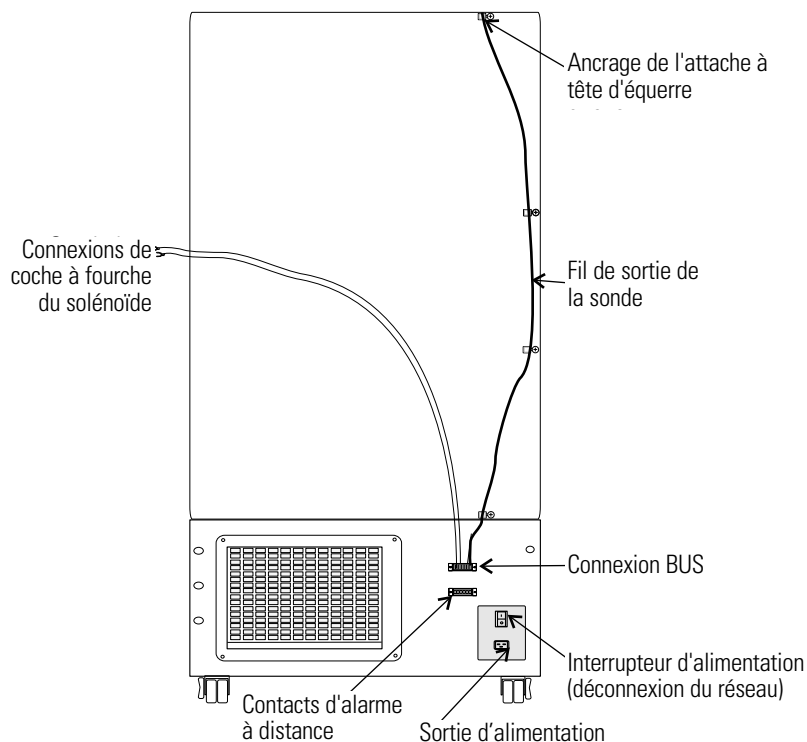

Figure 5-5. Routage
1. Retirer les quatre vis du panneau arrière du congélateur et les utiliser pour monter les ancrages de l'attache de fixation comme indiqué dans la Figure 5-5. Fixer le fil de sortie de la sonde à l'aide d'attaches à tête d'équerre.
4. Brancher l'alimentation du congélateur. Allumer le congélateur, l'interrupteur de la batterie étant en position Arrêt (O).